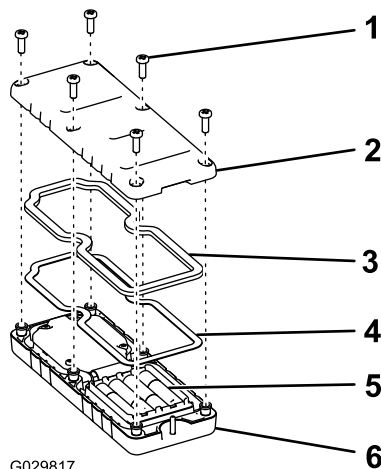

Figura 16
2. Inserite ogni batteria in un portabatteria rispettando la polarità (Figura 16).
3. Assicuratevi che la guarnizione in acciaio e la tenuta di gomma siano in sede nel canale del telecomando e riposizionate il coperchio posteriore (Figura 16).
4. Fissate il coperchio con 6 viti (Figura 16) e serratele a una coppia di 1,5-1,7 N m.